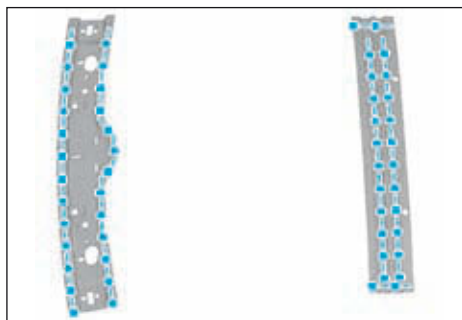

FIG.144
- les pièces neuves (Fig.144),